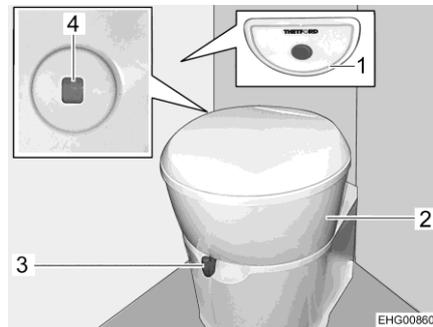

Fig. 64 Toilette
La tazza del WC può essere orientata nella posizione desiderata. A tale scopo, prendere con entrambe le mani la parte superiore (Fig. 64,2) della toilette e ruotare.
La centralina di controllo con il pulsante dello sciacquone (Fig. 64,1) è posizionata vicino alla tazza del WC.
Il colore dell'indicatore di livello (Fig. 64,4) passa da verde a rosso quando è necessario svuotare il serbatoio fecale.
- Prima di tirare l'acqua, aprire il cursore della toilette. A tal fine girare la leva del cursore (Fig. 64,3) in senso antiorario.
- Per sciacquare premere il pulsante blu (Fig. 64,1).